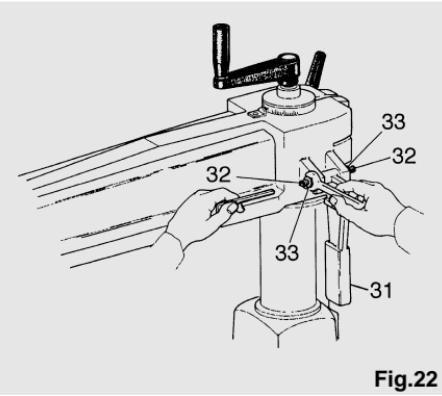
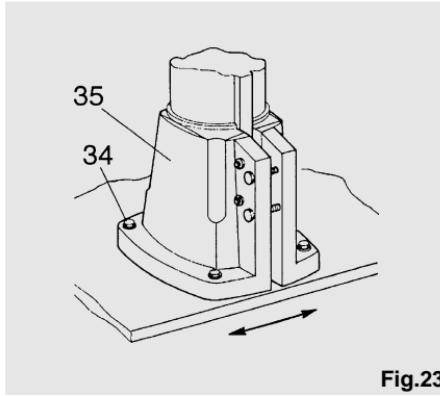

Fig.22
Fig.23
- Soulever la poignée de blocage du bras (31) (voir figure 22).
- Agir sur les boulons de réglage (32) de manière à déplacer le levier pour éliminer le défaut.
- Baisser de nouveau le levier en coin et serrer les contre-écrous (33).
Si on ne parvient pas à éliminer le défaut au moyen des vis de réglage, desserrer les vis (34) (voir figure 23) de la base (35) et la tourner légèrement.